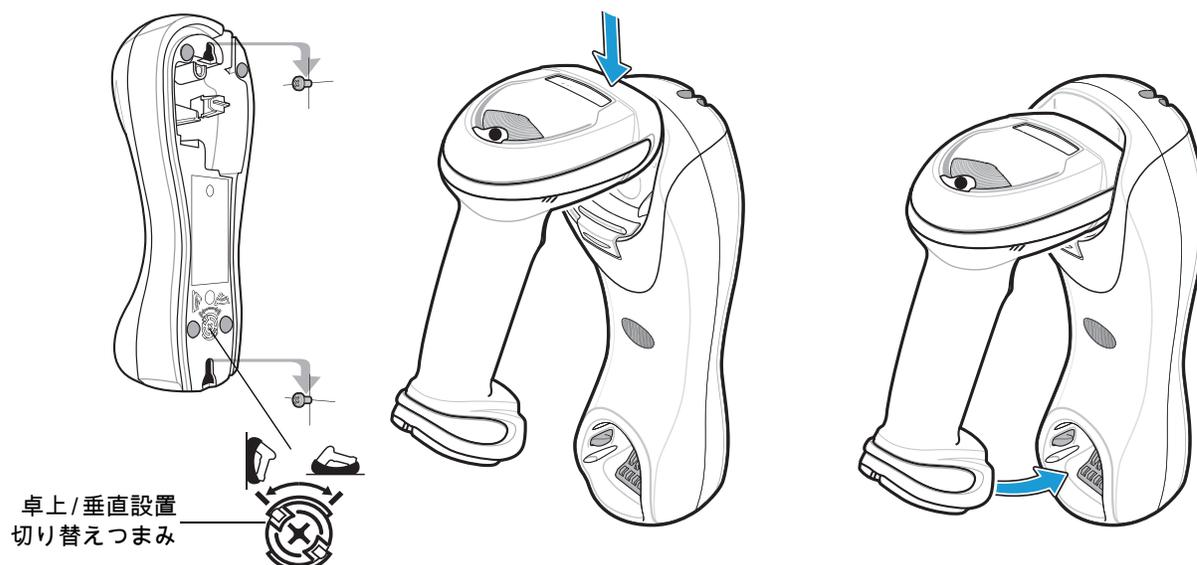

図 1-11 垂直設置 - リニア イメージャ スキャナをクレードルに装着する
3. 卓上/垂直設置切り替えつまみが、**図 1-11** に示すように正しい位置に設定されていることを確認します。